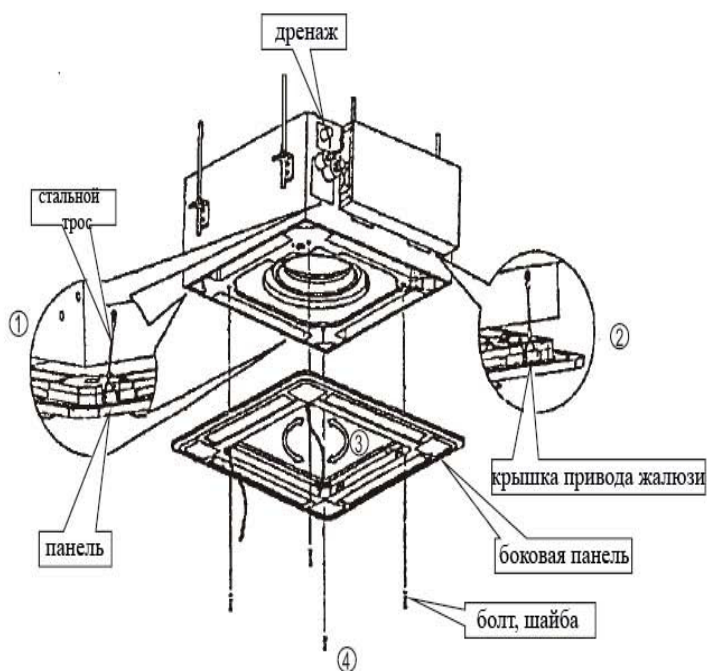

Рис.11
• Выкрутите болты, и снимите их. (рис.11)